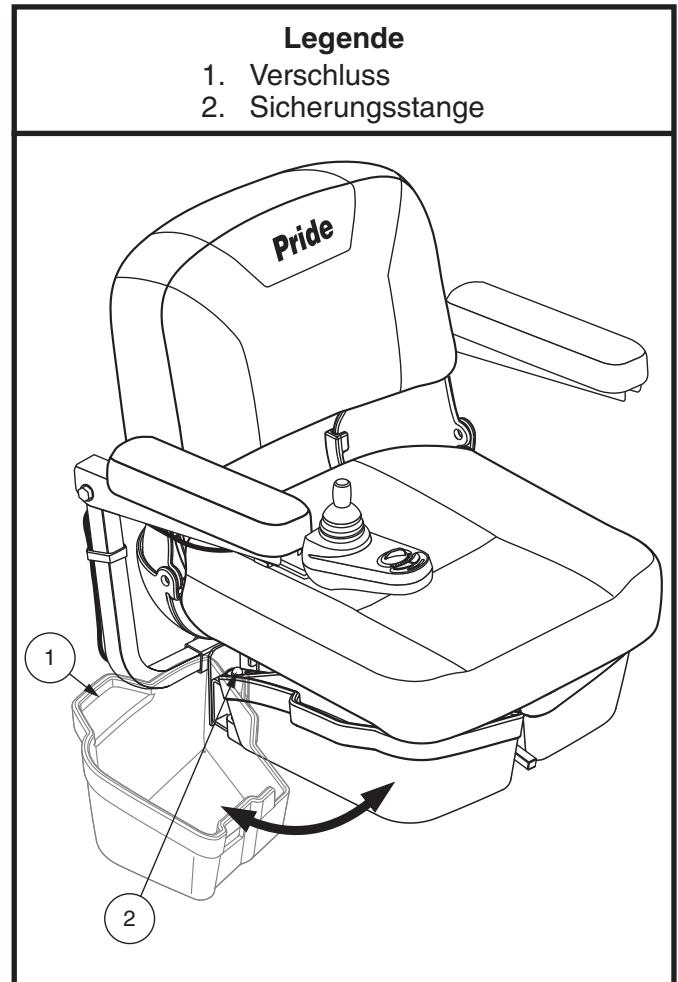

Abb. 12. Stauraum unter dem Sitz
1. Den Verschluss an der Seite des Untersitz-Staufachs (**siehe Abb. 12**) leicht nach oben heben und das Staufach aus dem Reiserollstuhl herausschwenken.
1. Den Verschluss an der Seite des Untersitz-Staufachs (**siehe Abb. 12**) leicht nach oben heben und das Staufach aus dem Reiserollstuhl herausschwenken, bis es vollständig geöffnet ist.